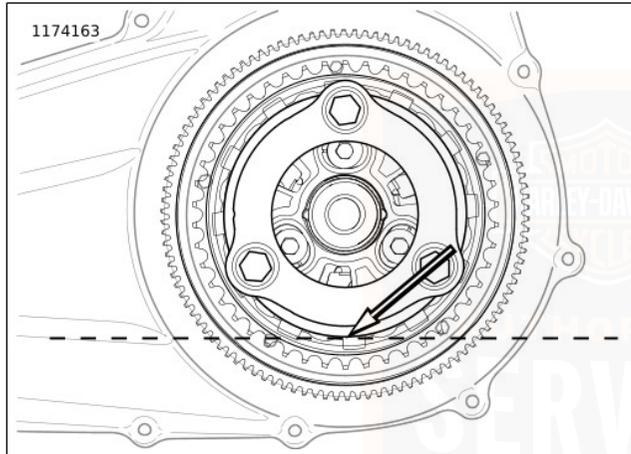

Abbildung 61. Stand des Primärkettengehäuse-Schmiermittels
- b. Siehe Abbildung 61. Der korrekte Füllstand liegt ca.